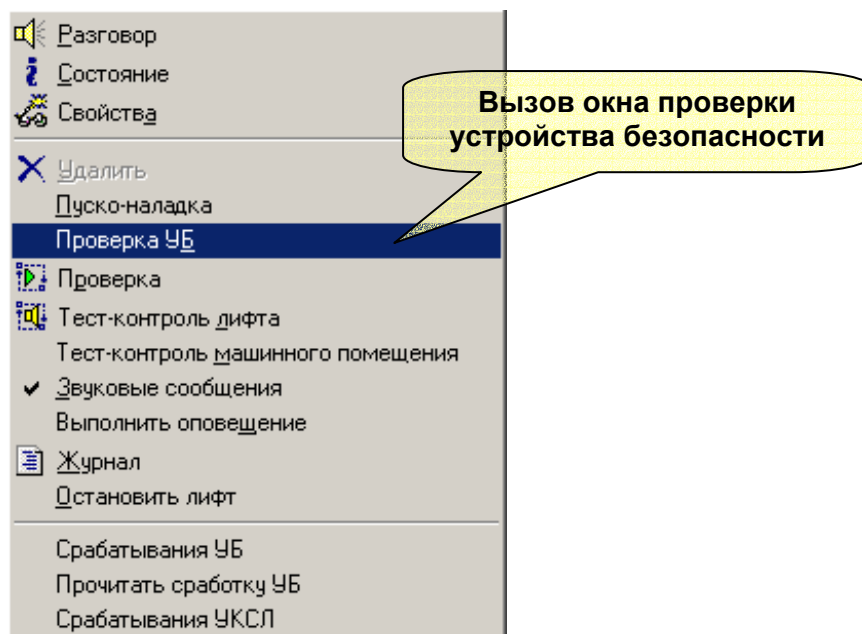

Рисунок 20 - Вызов окна «Проверка УБ»
3. В появившемся меню выбрать пункт «Проверка УБ» (см. рисунок 20).